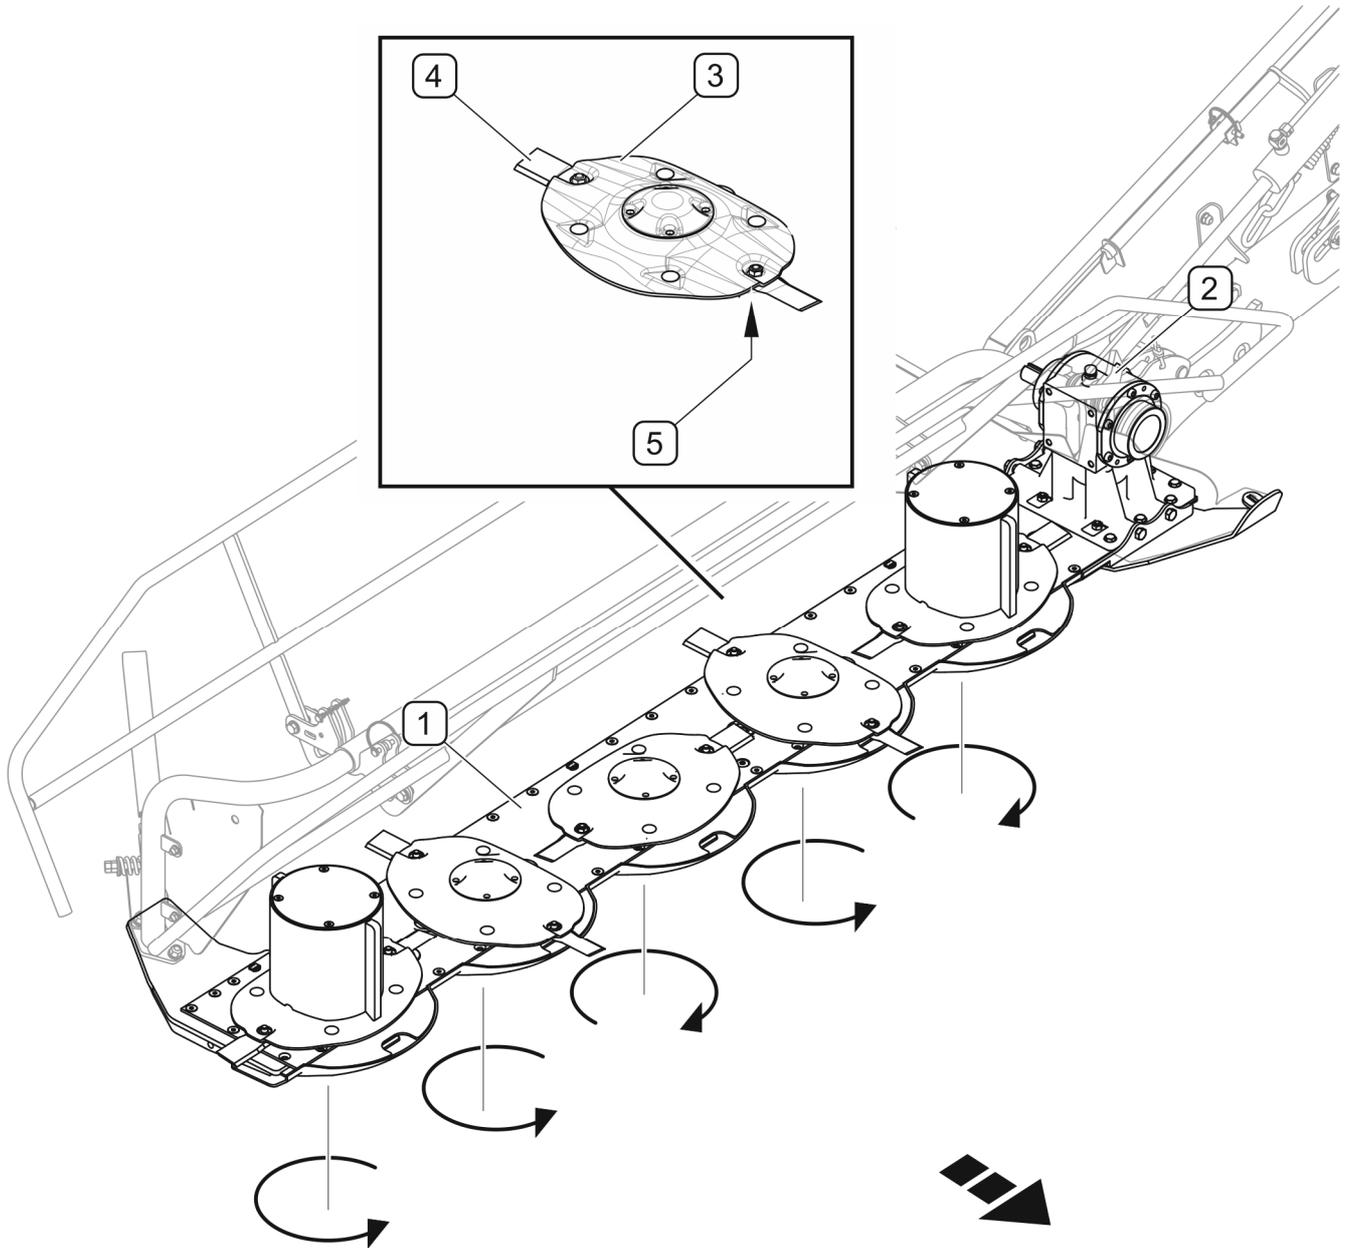

FIGURE 3.4 Unité de coupe
(1) - lamier; (2) - engrenage conique; (3) - disque de coupe ; (4) - couteau ; (5) - porte-couteau
L'unité de coupe de la faucheuse PDK220 se compose d'une lamier (1) sur laquelle est monté un renvoi d'angle (2). Cinq disques de coupe (3) sont montés sur la lamier. Chaque disque comporte deux couteaux coupants rotatif (4), à droite ou à gauche, selon le sens de rotation du disque. Les disques sont équipés de (5) porte-couteaux. Les sens de rotation des disques de coupe individuels sont présentés en FIGURE 3.4.